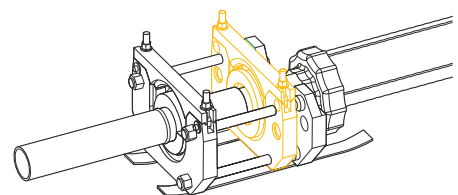

Рис. 4.6.8
9. Подключить гидронасос и, придерживая фитинг, подвести подвижную плиту до фиксации торцов фитинга в упорных вставках (рис. 4.6.8).